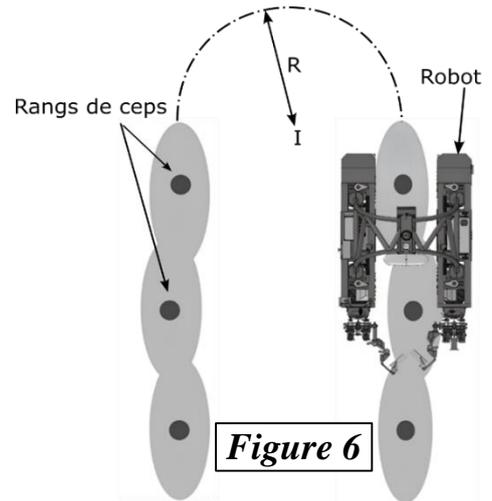

Figure 6
Dans cette partie on suppose que le centre  $C_1$  du châssis (1) du robot décrit dans un plan  $(I, \vec{x}_0, \vec{y}_0)$  parallèle au sol (0), une trajectoire sous forme d'un cercle de centre  $I$  et de rayon  $R$  (Voir figure 6). Le sol (0) est supposé parfaitement plan et horizontal.
- Le repère  $R_0(I, \vec{x}_0, \vec{y}_0, \vec{z}_0)$  est lié au sol (0).